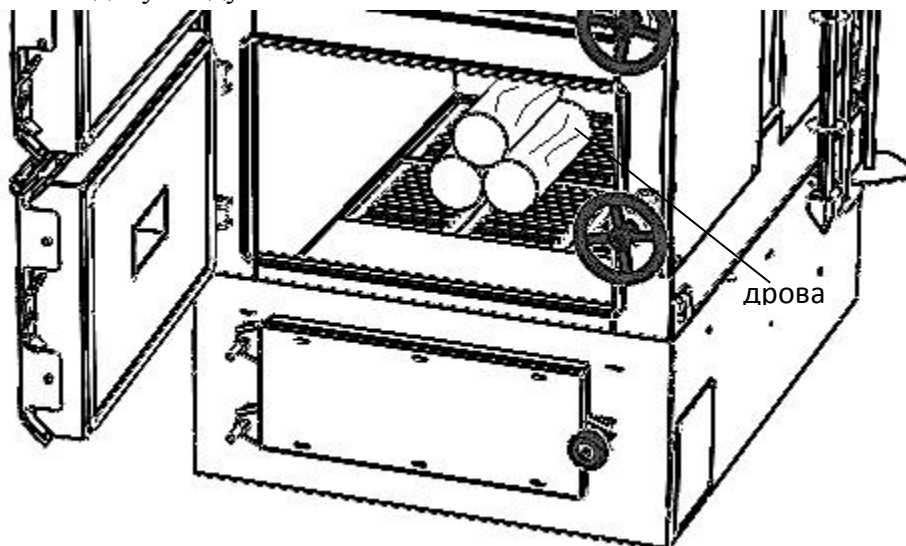

Рис. 14
- 2.5.3 Вручную разжечь дрова/уголь (см. рис. 14).